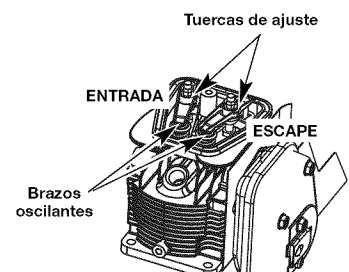

Fig. 30
7. Deslice el calibrador de hoja entre el balancín y la parte superior de cada uno de los vástagos de las válvulas. Mida el huelgo entre el vástago de la válvula y el brazo oscilante (Fig. 30). Realice esto en las válvulas de entrada y de escape.
El huelgo recomendado para las válvulas de entrada y de escape es 0.076 – 0.152 mm (0.003 – 0.006 pulgadas). Use un calibrador regular de automóvil de 0.127 mm (0.005 pulgadas). El calibrador debe deslizarse entre el balancín y el vástago de la válvula con una ligera cantidad de resistencia, sin doblarse (Fig. 30 y 31).
- a. Gire la tuerca de ajuste con una llave de 8 mm (5/16 pulgadas) o una guía de tuercas (Fig. 30).